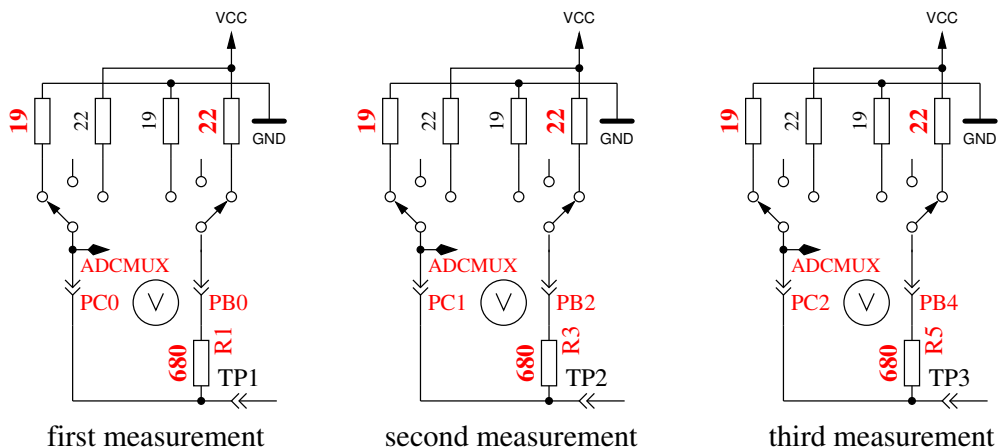

Abbildung 5.28: Messung des Innenwiderstandes von auf GND geschalteten Port C Ausgängen.
5. Dieser Schritt testet die **Fähigkeit von mit GND (-) verbundenen 470kΩ Widerständen (H) die Testpins auf GND zu ziehen**. Zeile 1 zeigt den Text „RH-“. Zeile 2 sollte für alle drei Pinne Null mV anzeigen.
6. Dieser Schritt testet die **Fähigkeit von mit VCC (+) verbundenen 470kΩ Widerständen (H) die Testpins auf VCC zu ziehen**. Zeile 1 zeigt den Text „RH+“. Der bestmögliche mV Wert für die drei Messungen wäre 5001 in Zeile 2. Große Abweichungen vom Idealwert für Schritt 5 und 6 sind Fehler wie Isolations Problem, Flußmittelreste oder beschädigter Port.
7. **Messung des Innenwiderstandes eines auf GND geschalteten Ausganges.** Der Text in der ersten Zeile des LCD ist „Ri.Lo = (mV)“. In der zweiten Zeile des LCDs werden drei Spannungswerte angezeigt. Die internen Port C Widerstände von auf GND (-) geschalteten Ausgängen werden mit dem Strom der nach VCC (+) geschalteten 680Ω Widerstände gemessen, siehe Abbildung 5.28. Es werden nur die drei Pinne des ADC Ports vermessen, die Widerstands-Ports PB0, PB2 und PB4 können nicht ohne Veränderung der Hardware gemessen werden. Es wird angenommen, daß die Port Widerstände von unterschiedlichen Ports nahezu identisch sind. Um die Widerstandswerte zu erhalten, müssen die angezeigten mV Werte durch ungefähr 7 geteilt werden (siehe Schritt 8).